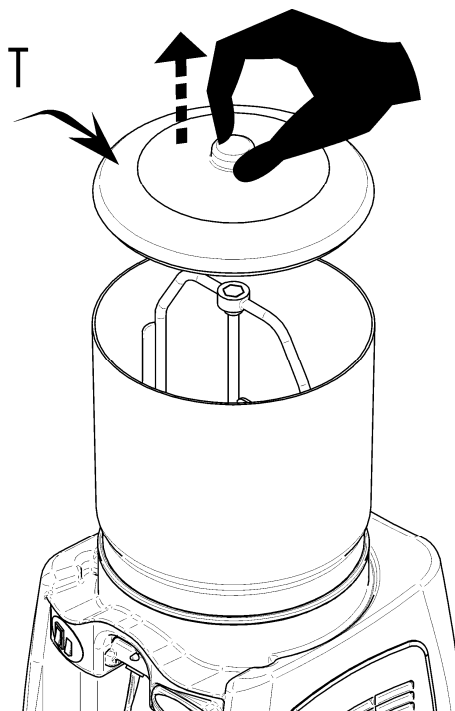

Figure 6
3°. -Enlevez le/les couvercle(s) (T) vers le haut (Fig.6).
4°. -Enlevez le/les couvercle(s) (T) vers le haut (Fig.6).